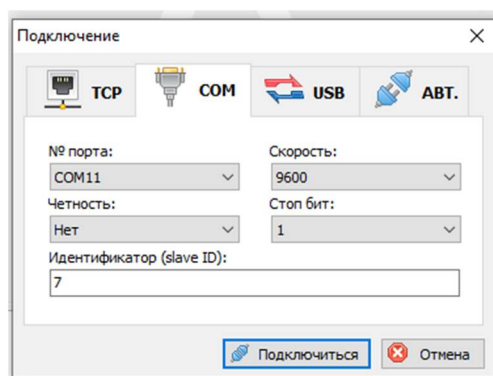

Рисунок 5 – Окно «Подключение».
Установка связи происходит при нажатии кнопки «Подключиться» . В появившемся окне (рисунок 5) необходимо выбрать тип подключения (COM), номер порта, четность (нет), адрес устройства, скорость подключения, стоп бит (1) и нажать кнопку «Подключить». Если связь установлена, появится вкладка отображающая данные, поступающие с измерительных каналов. На вкладке «Конфигурация» можно посмотреть текущие настройки модуля.